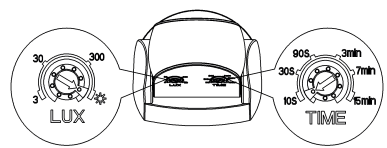

Fig.3
6. Regolare il sensore tramite i due cursori (Fig.3):
6. Adjust the sensor using the two sliders (Fig. 3):